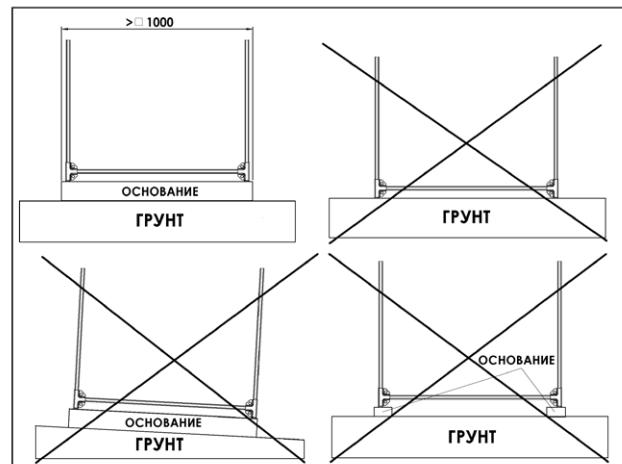

Рис. 14 – Примеры расположения
1. ВАЖНО! Для установки душевой кабины подготовить цельную горизонтальную ровную твердую поверхность не менее 1000x1000 мм, способную выдержать вес душа с заполненным баком и принимающим душ потребителем. Собранный каркас установить на подготовленную поверхность. Основание душевой кабины должно полностью опираться на подготовленную поверхность (Рис. 14).